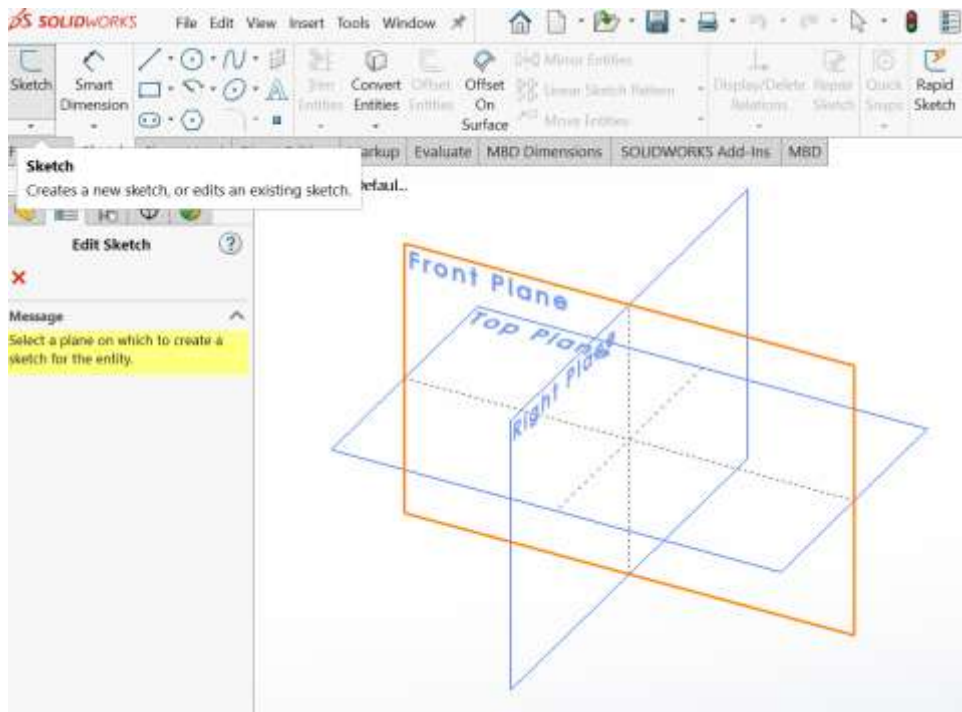

Рисунок 4.12 – Приклад роботи системи підказок під час створення ескіза
2. На CommandManager обираємо вкладку Sketch та натискаємо однойменну кнопку Sketch для створення ескізу (див. рисунок 4.12). Для створення тривимірної моделі циліндра шляхом видавлювання обираємо Top Plane. Це зроблено з метою розміщення осі обертання тривимірної моделі циліндра в напрямку осі координат Y.